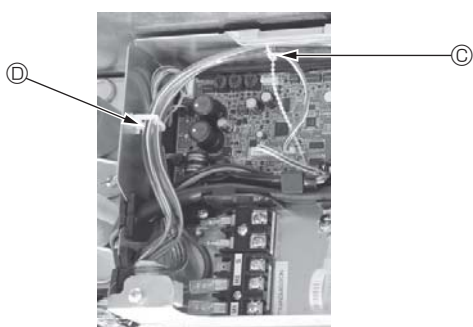

Fig. 5-15
- Placer de overskydende dele af i-See-sensorens og signalmodtagerens tilslutningsledninger i ledningsklipsen i boksen med elektriske komponenter som vist i diagrammet, og fastgør ledningerne sammen med beslaget. (Fig. 5-15)